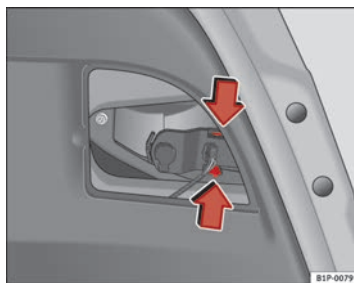

Abb. 172 Lampenträger ausbauen
- Den Lampenträger durch Eindrücken der Haltetaschen herausziehen ⇒ Abb. 172.